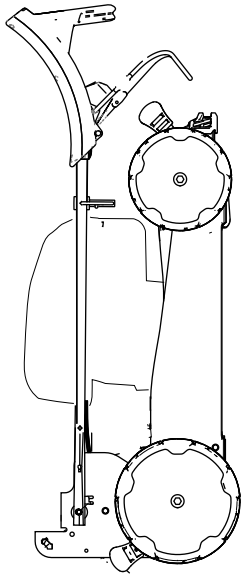

Figura 20
6. Ridicați partea frontală a mainii cu ajutorul mânerului și mutați-o într-un spațiu de depozitare (Figura 20).